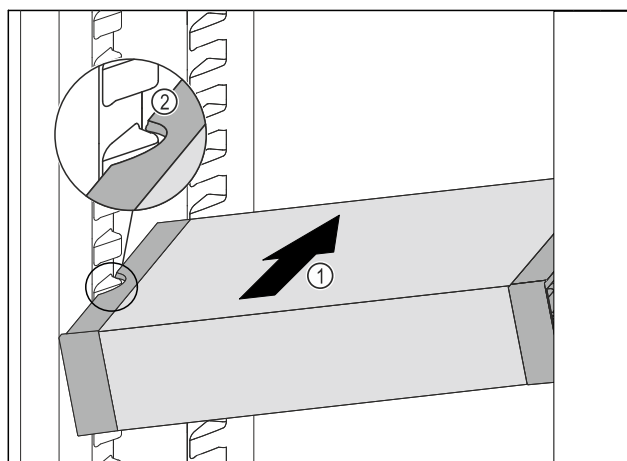

Fig. 89
- VarioSafe wsunąć ukośnie do chłodziarki Fig. 89 (1), aż boczne wycięcia Fig. 89 (2) VarioSafe będą się znajdować na wysokości żeber pojemnika w chłodziarce.